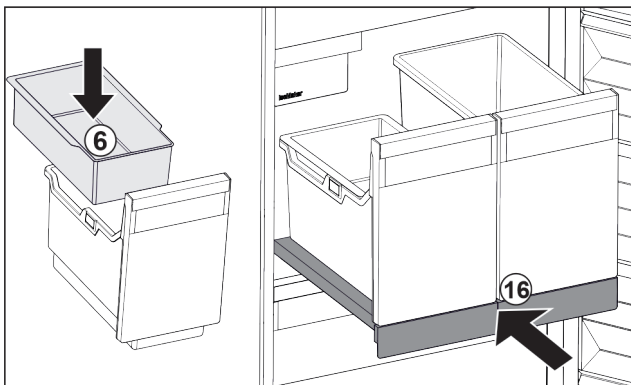

Fig. 87
- ▶ Вставьте навесной лоток Fig. 87 (6) для кубиков льда.
- ▶ Вставьте выдвижную панель с контейнером (IceTower). Fig. 87 (16)